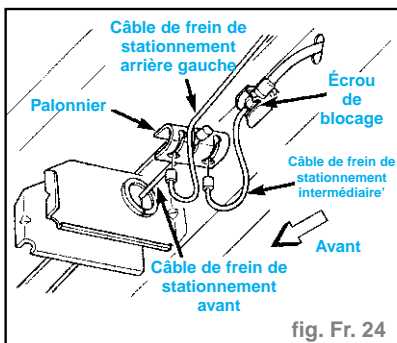

fig. Fr. 24
- Déposer les câbles de frein de stationnement intermédiaire et arrière gauche du palonnier de câble de frein de stationnement (fig. Fr. 24).
- Poser les câbles de frein de stationnement intermédiaire et arrière gauche du palonnier de câble de frein de stationnement à leur emplacement sur le palonnier (fig. Fr. 24).
- Déposer le câble de frein de stationnement avant du palonnier (fig. Fr. 24)
- Poser le câble de frein de stationnement avant sur le palonnier. (fig. Fr. 24)